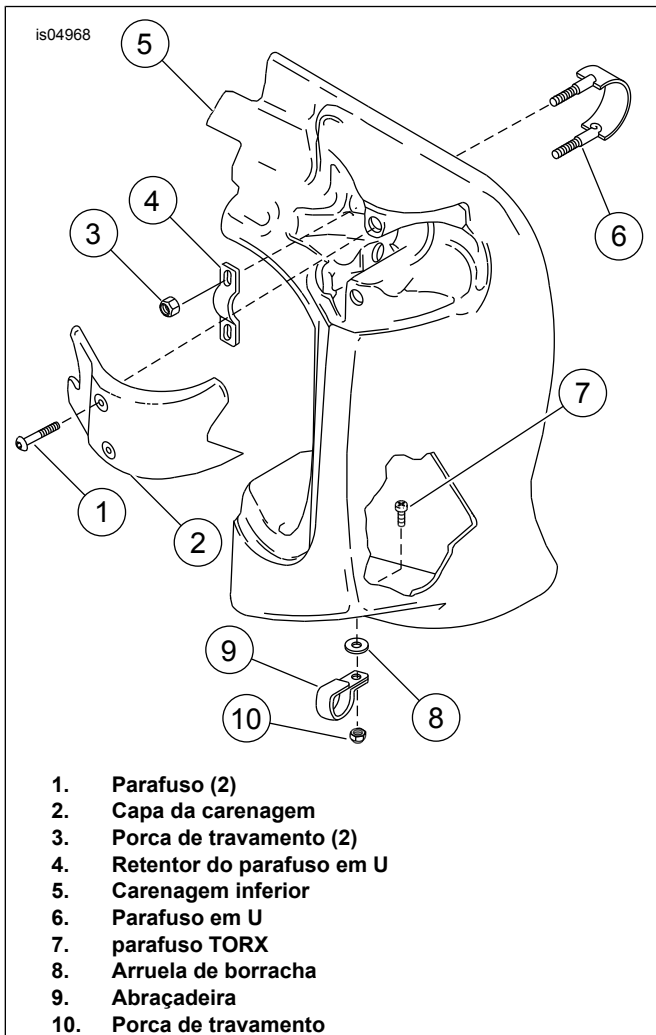

Figura 1. Carenagem inferior acessória FLHR/I ou FLHT/C/I
1. Veja Figura 1. Remova os dois parafusos (1) que fixam a capa da carenagem (2) à carenagem inferior (5). Remova a capa. Coloque as peças de lado para a instalação.
2. Remova o parafuso (7), a arruela de borracha (8), a porca de travamento (10) e a abraçadeira (9) que fixam a parte inferior da carenagem ao protetor do motor e coloque de lado.
3. Remova as duas porcas de travamento (3), o parafuso em U (6) e o retentor do parafuso em U (4).
2. Veja Figura 1. Instale a carenagem inferior na parte superior do novo protetor do motor com o parafuso em U (6) na parte de trás, através dos furos na parte superior da carenagem. Instale o retentor (4) na posição correta sobre o parafuso em U e fixe-o ao protetor do motor com as duas porcas de travamento (3). Não aperte as porcas de travamento por enquanto.
3. Fixe a parte inferior da carenagem ao protetor do motor com a abraçadeira (9) removida anteriormente. Instale a abraçadeira ao redor do protetor do motor no sentido mostrado, com as linguetas na direção da traseira do veículo e o lado liso do prendedor contra a carenagem inferior. Insira o parafuso (7) pela carenagem inferior, a arruela de borracha (8) e o prendedor (9). Fixe o conjunto com a porca de travamento (10). Aperte.